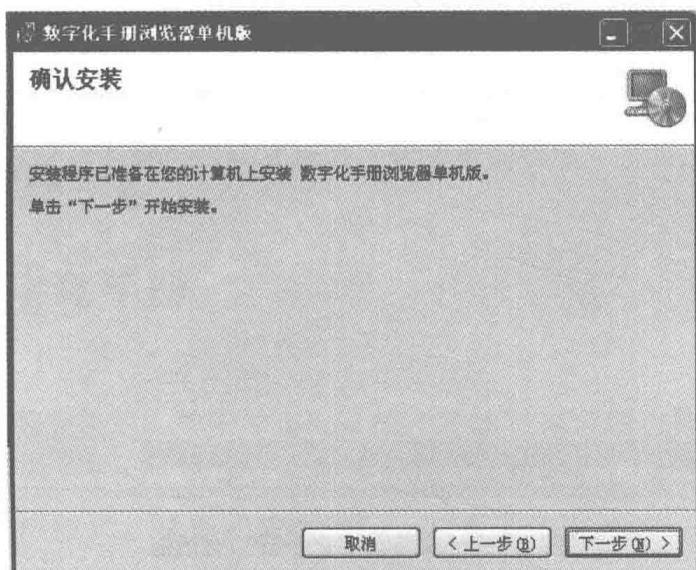

图 1-7 “确认安装”窗口
6) 在图 1-7 所示的“确认安装”窗口中, 用户可单击“上一步”按钮返回上一步重新调整安装文件夹, 或单击“下一步”按钮开始安装。